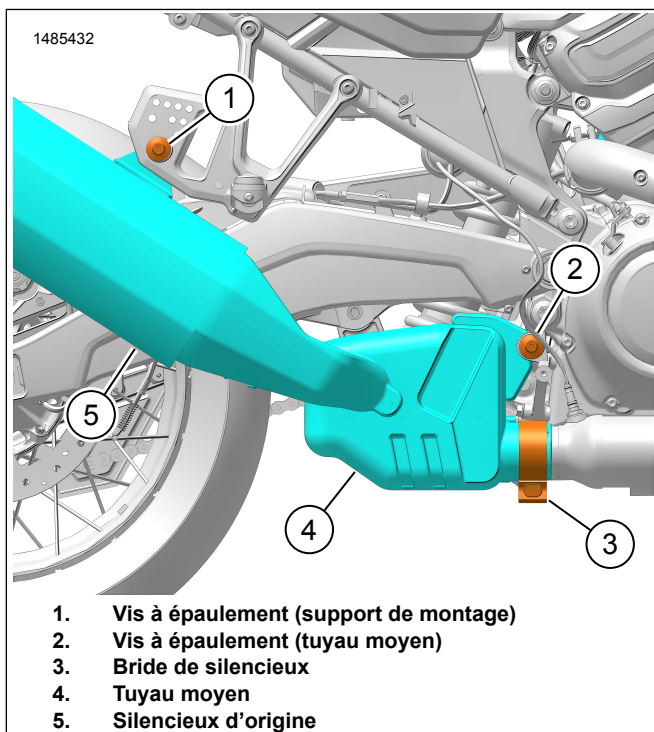

Figure 3. Ensemble d'échappement d'origine
1. Figure 3 Desserrer la bride de silencieux (3).
2. Retirer les vis à épaulement (2) du support du tuyau médian. Conservez pour une utilisation ultérieure.
3. Retirer la vis à épaulement (1) du support et la mettre à l'écart.
- a. Jeter la bride de silencieux d'origine (3).